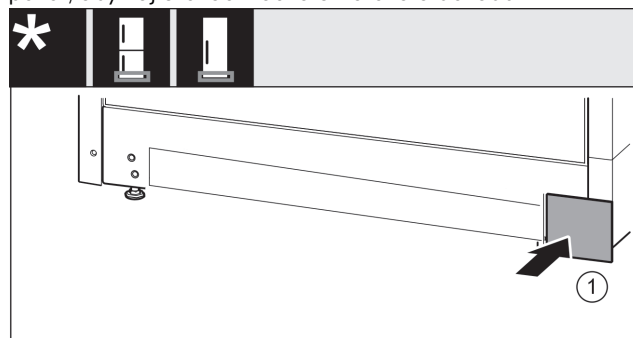

Fig. 20
- ▶ Kryt Fig. 20 (1) opět nasadte na druhé straně.